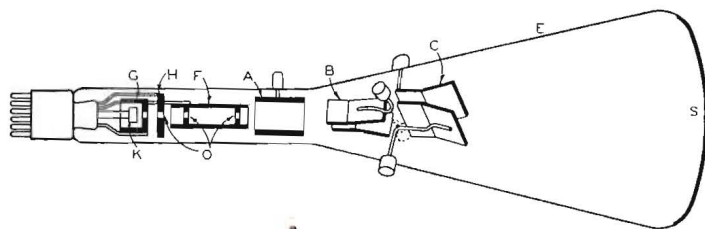
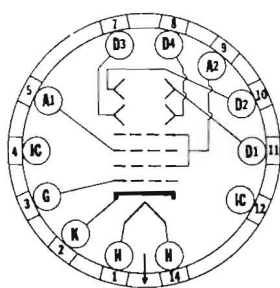

Fig. 124. Principskiss av bildrör med elektrostatisk avlänkning.
Fig. 125. Sockelkoppling för bildrör 7JP4 med elektrostatisk avlänkning och elektrostatisk fokusering.
av principskissen i fig. 124. Normalt äro samtliga elektroder och avlänkningsplattpar sammanbyggda i en enhet med elektroder och plattor anslutna till stiften på rörsockeln. En av de vanligaste rörtyperna är 7JP4, vars sockelkoppling återfinnes i fig. 125. 7JP4 har elektrostatisk högspänningsfokusering och fokuseringen injusteras med spänningen till första anoden, vilket även framgår av tab. 14 i nr 11/1952 s. 19. Till elektronkanonen hör alltså katod (K), galler (G) samt första anod (H) och andra anod (A). Härefter följer ett inre avlänkningsplattpar (B), som användes för linjeavlänkningen, och ett yttre avlänkningsplattpar (C) närmast skärmen, som användes för bildfältsavlänkningen.